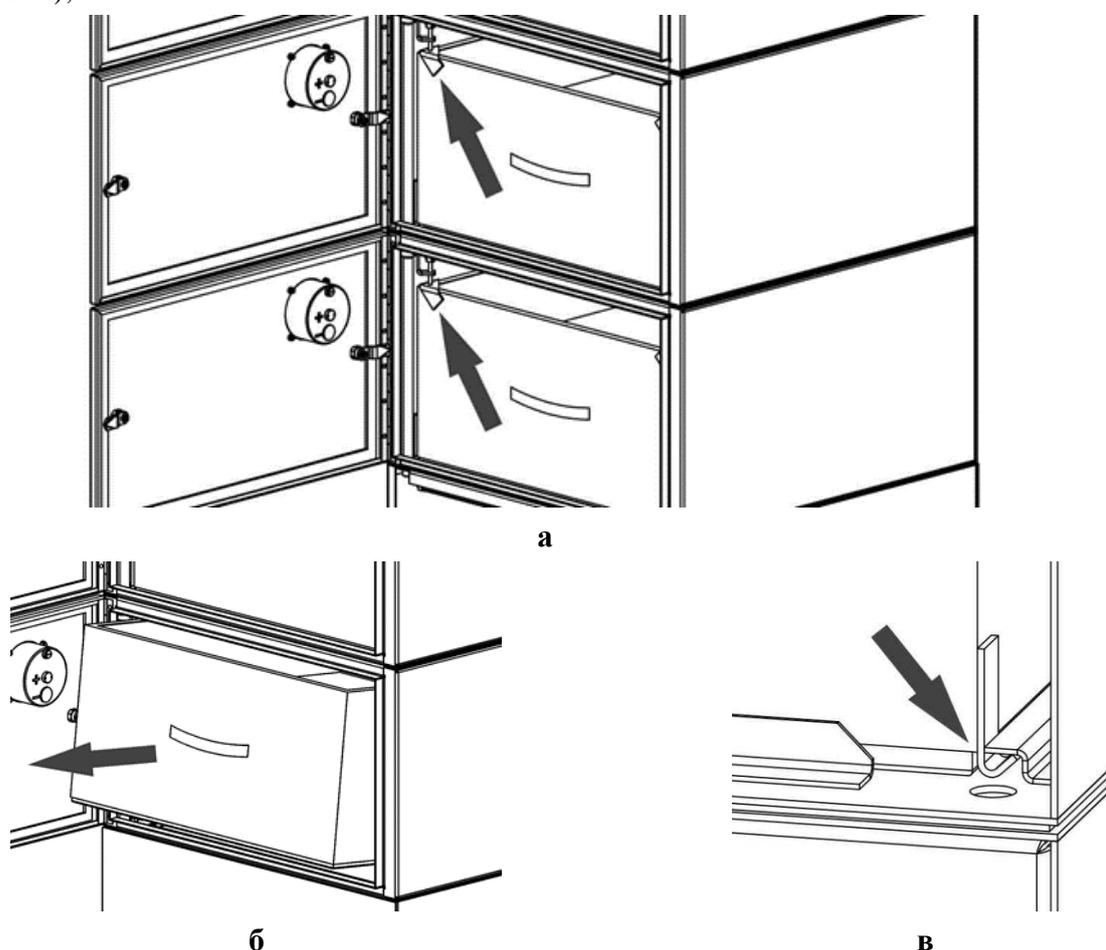

Рисунок 10
1) открыть дверцу камеры, ослабить винты передних прижимов и снять угловые планки (рисунок 10а);
2) извлечь картридж, приподняв и потянув на себя под углом так, чтобы освободить из захвата крючки на задней стенке картриджа (рисунок 10б);
5) установить новый картридж. При установке следить, чтобы крючки на задней стенке картриджа вошли под фиксирующую планку (рисунок 10в). Прижать верхние передние углы картриджа угловыми планками и закрепить винтами;